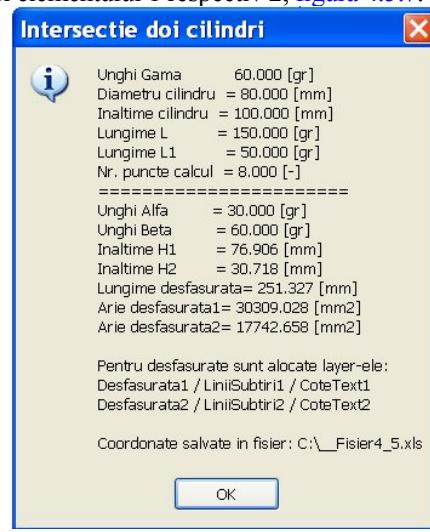

Figura 4.5.6
- afișarea mesajului de informare din fereastra '**Intersectie doi cilindri**', fereastră care se poate închide pe butonul **OK**, figura 4.5.6